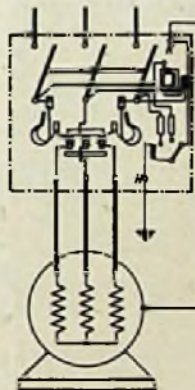

Abb. 3. Einwandfreier Überstrom- und Berührungsspannungsschutz mittels Motorschutzschalter mit drei thermischen Auslösern und einem Fehlerspannungsauslöser
Abb. 3. Konvexkonkave Zerstreulinse aus parallelen Rippen in Schrägstellung vor einem Konuslautsprecher. Die zylindrische Linse zerstreut die Schallenergie in einer horizontalen Ebene
oder Zerstreulinzen finden. Für Mikrofone beispielsweise können Sammellinsen zu Verstärkungszwecken oder als eine Art akustischer Blenden dienen, mittels derer sich aus einer Vielheit von Schallquellen (Orchester u. dgl.) einzelne stärker herausheben lassen. Zerstreulinzen dagegen erscheinen geeignet, um die üblichen Konuslautsprecher zu verbessern (Abb. 3). Diese strahlen hohe Frequenzen in größerer Richtwirkung ab als die tiefen. Eine vor den Lautsprecher geschaltete Zerstreulinse führt, wie praktische Hörtests bewiesen haben, zu einer besser verteilten Abstrahlung und einer Steigerung der Klangtreue. Ein Trichterlautsprecher von 15 cm Durchmesser z. B., dessen Richtcharakteristik für 4 oder 12 kHz Öffnungswinkel von 28 bzw. 10 Grad aufweist, konnte durch eine Zerstreulinse so verbessert werden, daß alle Frequenzen zwischen 4 und 12 kHz über 50 bis 60 Grad gleichmäßig hörbar werden. Slz.
Zum Betrieb des hochohmigen Sprechkopfes (100 mH, 75  $\Omega$ ) sind etwa 90 V NF-Spannung erforderlich. Um den Magnetbandspieler als komplette Apparatur für die verschiedensten Zwecke einsetzen zu können, wurde der in Abb. 3 skizzierte zweistufige Verstärker zusammen mit einem guten Kontrolllautsprecher in das Gerätegestell eingebaut. Der Verstärker an sich bietet bis auf den Ausgang keine Besonderheiten. Hier wurde zum Anschluß des hochohmigen Sprechkopfes von vornherein eine reichlich bemessene NF-Drossel eingesetzt, wobei die Ausgangsspannung gleichspannungsfrei nach einem Trennkondensator abgenommen wird. Der außer dem Sprechkopf anzuschaltende Lautsprecher muß deshalb mit der primären Wicklung seines Ausgangstrafos an die Lautsprecherbuchsen gelegt werden. Wie weiterhin aus dem Schaltbild hervorgeht, wurden überall reichliche Siebmittel vorgesehen.
Abb. 3. Schaltbild des NF-Verstärkers mit Empfangsteil. Spulenanschlüsse des Dreipunkt-Schalterkopplers. Dr 1 HF-Drossel F 21, 35 mH; Dr 2 ZF-Drossel F 22, 120 mH; Dr 3 Fe = 4 cm2, 0,15 mm Luftspalt, 4000 Wdg 0,22 CuL
3. Werden Motoren, für die als Berührungsspannungsschutz die Schutzschaltung in Frage kommt, gegen Überlastung durch einen Motorschutzschalter mit Überstromauslösung geschützt, so empfiehlt es sich, solch einen Schalter zu verwenden, der neben der Überstromauslösung auch eine Fehlerspannungsauslösung besitzt. Ist die Voraussetzung für einen Erdschluß, der möglicherweise in einer zwangsläufigen Erdung besteht, nicht vorhanden, dann genügen zwei thermische Auslöser (Abb. 3).